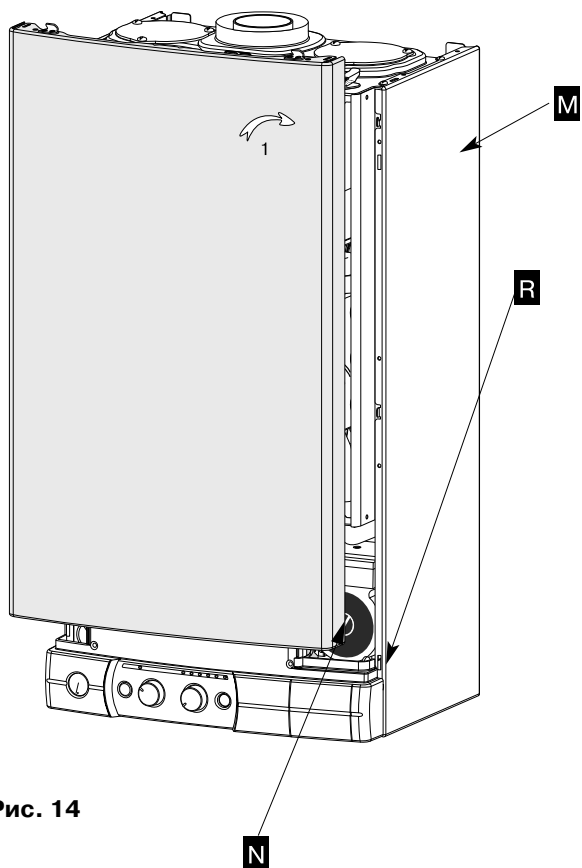

Рис. 14
- приложите переднюю панель к котлу (рис. 14)